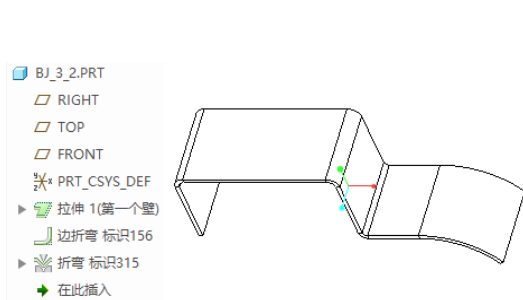

图 3-23 文件中的原始钣金件
(1) 在 Creo Parametric 4.0 用户界面的“快速访问”工具栏中单击 (打开) 按钮, 系统弹出“文件打开”对话框, 浏览并选择到 bj_3_2.prt 文件, 单击“打开”按钮。文件中已有的钣金件模型如图 3-23 所示。